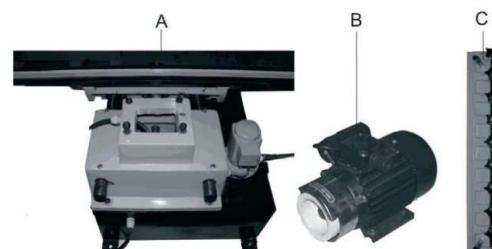

Рис. 1
- 3.1. В комплект поставки входит (Рис. 1):